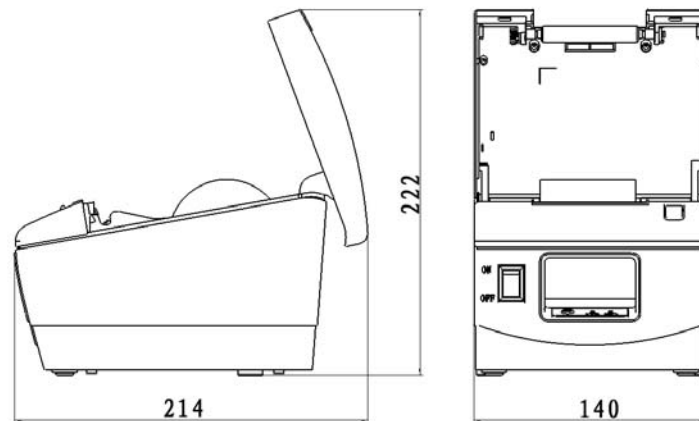

图 4.2-1 结构空间图
- 5) 打印机在操作和维护时，建议保留适当的尺寸空间（如图 4.2-1），从而更有效的保证打印机工作的可靠性和操作简便性。